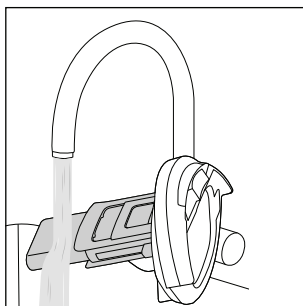

Fig. 25
- ◆ Pulire il filtro anti sporco **10**, il galleggiante **8** e il coperchio del contenitore dell'acqua sporca **9** sotto acqua calda corrente (vedere fig. 25). Se necessario utilizzare un detergente delicato.